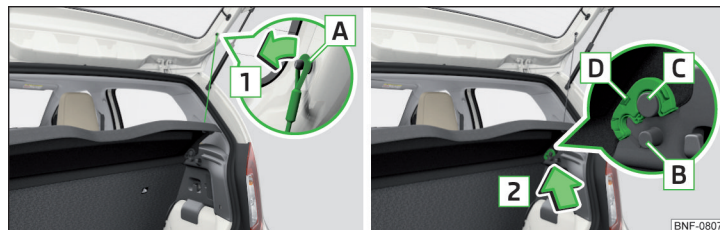

Fig. 83 Udtagning af bagagerumsafdækning
Hvis båndene **A** » Fig. 83 er hængt på bagklappen, løftes bagagerumsafdækningen (efterfølgende kun kaldt afdækning) i forbindelse med åbning af bagklappen.
- » Klap afdækningen op, og fastgør den i stifterne **B** i begge sider af bagklappen » Fig. 83.
- » Klap den løftede afdækning ned. Afdækningen løsnes fra stifterne **B** » Fig. 83.
- » Hægt båndene **A** af i pilens retning **1** i begge sider af bagklappen » Fig. 83.
- » Placer holderne **D** på afdækningen over stifterne **C** » Fig. 83.